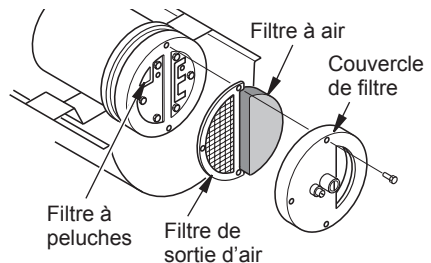

Figure 8 - Filtres de sortie d'air, d'admission d'air, et les peluches
2. Enlever le filtre vis du couvercle d'extrémité utilisant 5/16" écrou-pilote (voir figure 8).
14. Papier de verre Lieu fine (grain 600) sur une surface plane. Poncer légèrement le rotor en "figure 8" mouvement quatre fois (voir figure 19).